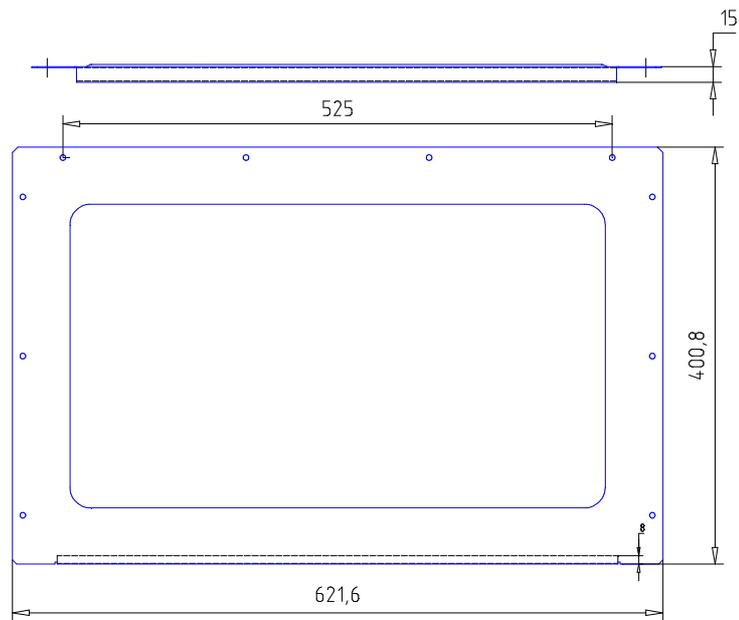
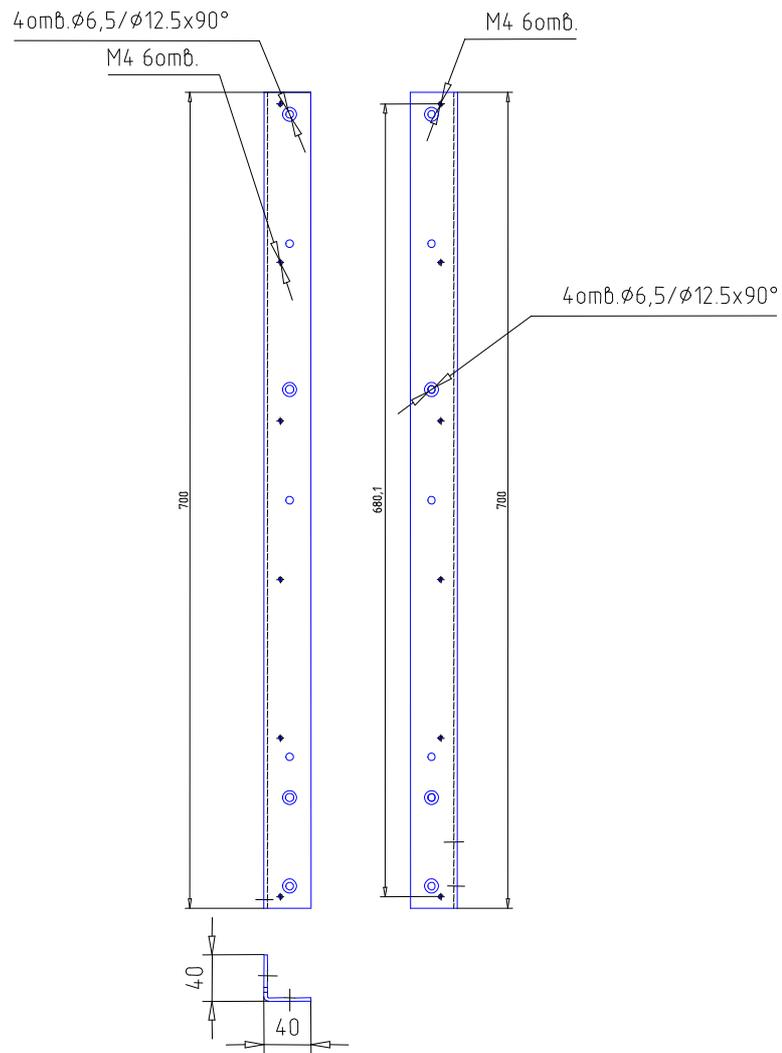
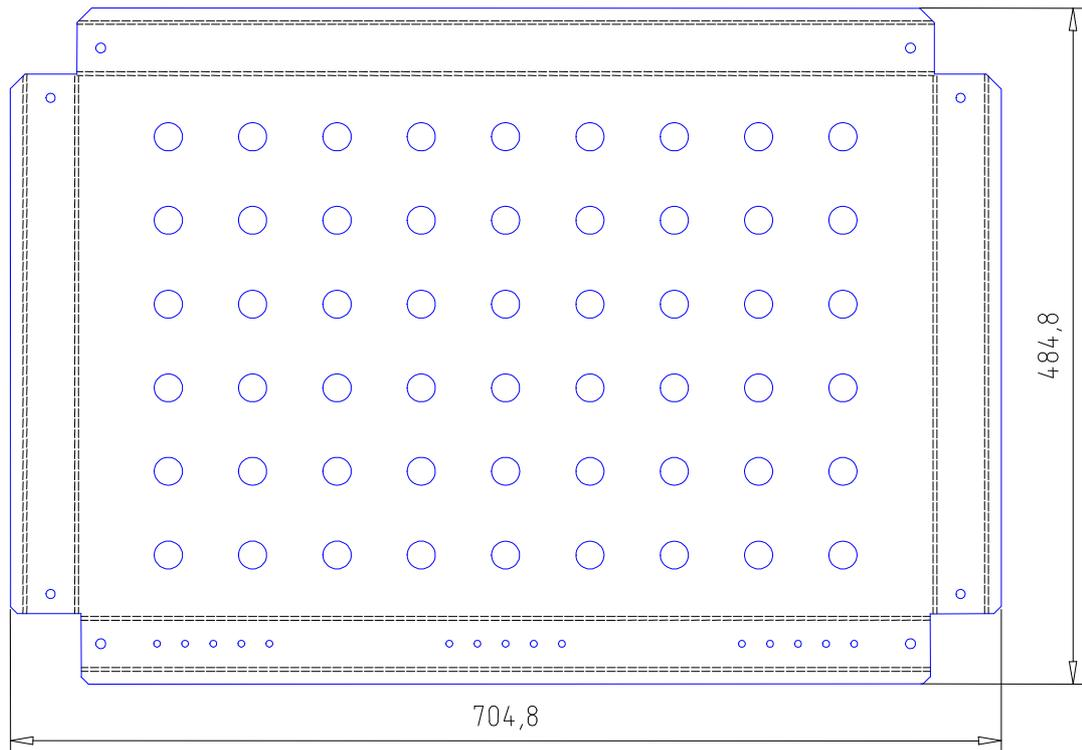

Рисунок 3.1 – Батарейный стеллаж Штиль MBS-02. Крышка верхняя
Рисунок 3.5 – Батарейный стеллаж Штиль MBS-02. Стойка задняя
Рисунок 3.6 – Батарейный стеллаж Штиль MBS-02. Полка
4.2 Соединить винтами М6\*16 полки изделия (рисунок 3.6) со стойками задними (рисунок 3.5).
4.3 Соединить винтами М6\*16 полки изделия (рисунок 3.6) со стойками передними (рисунок 3.4).
4.6 Закрепить винтами М4\*6 верхнюю крышку изделия (рисунок 3.1) на стойках (рисунок 3.5 и 3.6)